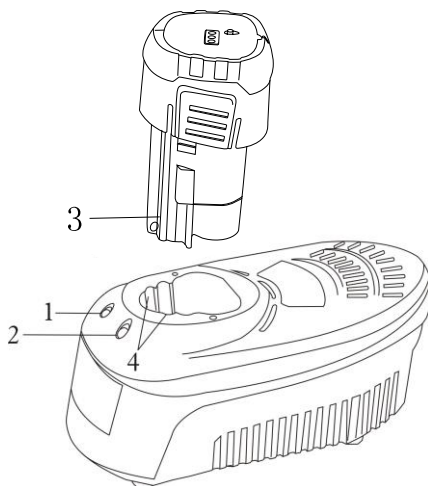

Рис.3
1. Включите зарядное устройство в сеть. Зеленый индикатор (2) загорится. (Рис..3)
2. Вставьте аккумулятор в зарядное устройство. Красный индикатор (1) начнет мигать через 3-5 секунд. Это означает, что аккумулятор начал заряжаться. По истечении 35 минут красный индикатор потухнет и начнет мигать зеленый индикатор (2). Это означает, что аккумулятор